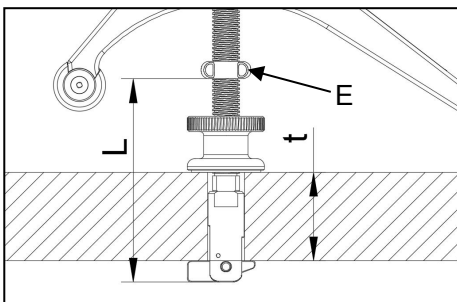

图 5
2. 松开限位块“E”上的两颗紧定螺钉，调限位块“E”的位置，使限位块“E”距压紧器底部的距离 $L = t + 55\text{mm}$ ($t + 2 - 3/16"$)，然后拧紧“E”上的紧定螺钉（如图 5 所示）。